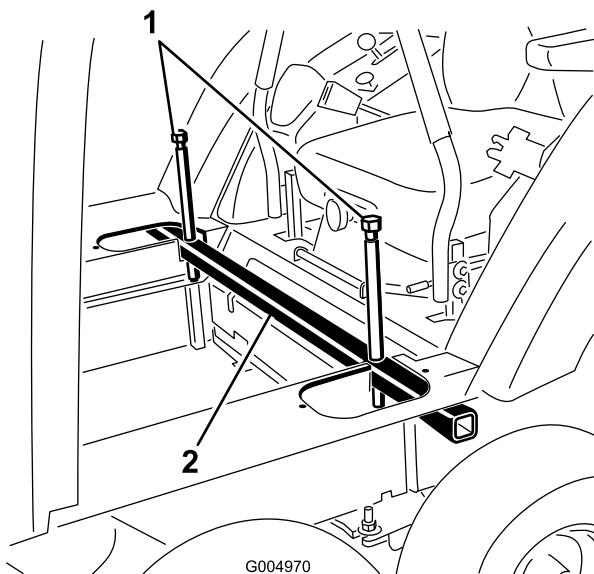

Figura 23
10. Baje la cabina a su posición final aflojando lenta y uniformemente los pernos de elevación en cada lado del tubo de elevación (Figura 23).